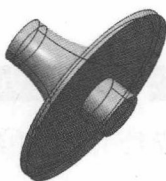
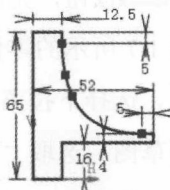

图 1.2 旋转体 1
图 1.3 截面草图
Step2. 创建图 1.2 所示的零件基础特征——旋转体 1。
(1) 选择命令。选择下拉菜单 **插入** $\rightarrow$ **基于草图的特征** $\rightarrow$ **旋转体...** 命令(或单击 按钮),系统弹出“定义旋转体”对话框。
(2) 创建截面草图。在“定义旋转体”对话框中单击 按钮,选取“xy 平面”为草图平面;在草绘工作台中绘制图 1.3 所示的截面草图;单击“工作台”工具栏中的 按钮,退出草绘工作台。
(3) 定义旋转角度。在 **限制** 区域的 **第一角度:** 文本框中输入值 360。
(4) 定义回转轴。激活 **轴线** 区域的 **选择:** 文本框并右击,在弹出的快捷菜单中选择 **Y 轴** 为回转轴。